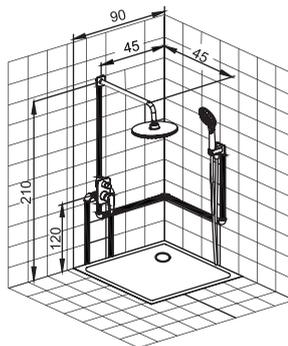

Рис. 1 / 1 сур.
Встраиваемый смеситель с дивертором и двумя выходами предназначен для подключения двух точек водопотребления, например, верхнего душа и душевого шланга (рис. 1).
- В намеченном месте установки душевой системы необходимо подготовить нишу для установки корпуса смесителя, выхода с держателем ручной лейки, кронштейна тропического душа, излива\*. Нишу подготавливают путем штробирования стены. Глубину ниши и ее размеры необходимо предусмотреть с учетом размеров элементов душевой системы. При определении глубины ниши необходимо учесть толщину будущей отделки и глубину, на которую могут быть установлены элементы душевой системы от поверхности будущей стены с отделкой. Справочные размеры указаны на рис. 1.